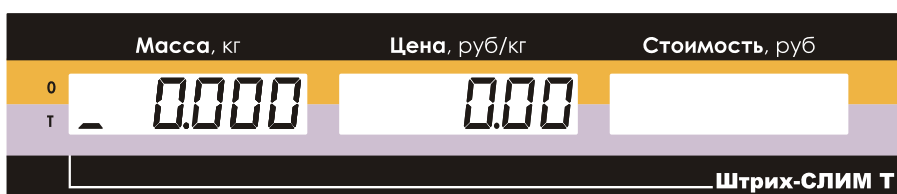

Рисунок 56. Показания дисплея при введенной неизвестной массе тары.
- нажмите клавишу  (короткое нажатие), показания массы на дисплее обнулятся, включится указатель Т ("Тара") (см. Рисунок 56):